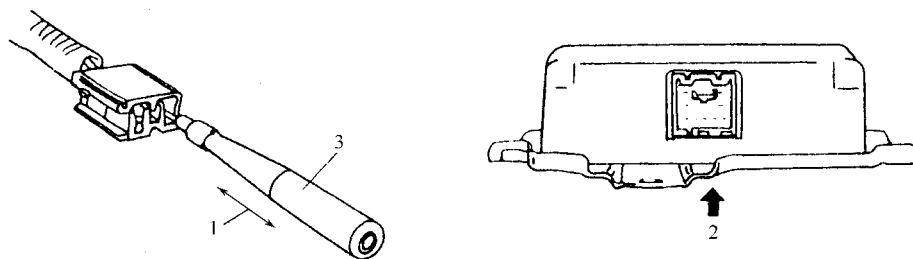

图 4-37 检查接线柱
(4)接线柱不对或被损坏。利用连接器检查适配器工具箱中与之对应的接头,仔细检查故障电路中每个连接器的接线柱如图 4-37 所示,以确保有足够的接触压力。若接触不紧,应调整接线柱以增加接触压力或更换。